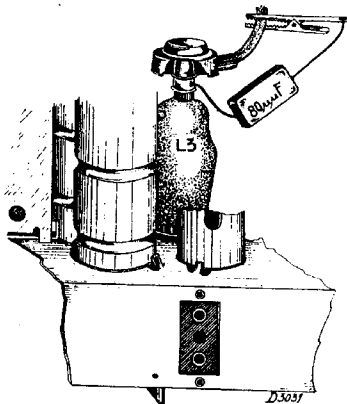

Fig. 3
8. 2e M.F.-kring verstemen met 80  $\mu\mu\text{F}$  (fig. 3) en S24 van 1e M.F.-kring afregelen (fig. 4).